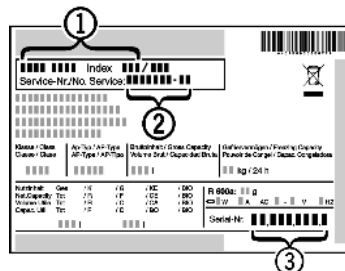

Fig. 38
- ▶ Назва пристрою Fig. 38 (1), сервісний номер Fig. 38 (2) та серійний номер Fig. 38 (3) вказані на заводській табличці. Заводська табличка знаходиться всередині пристрою, зліва.